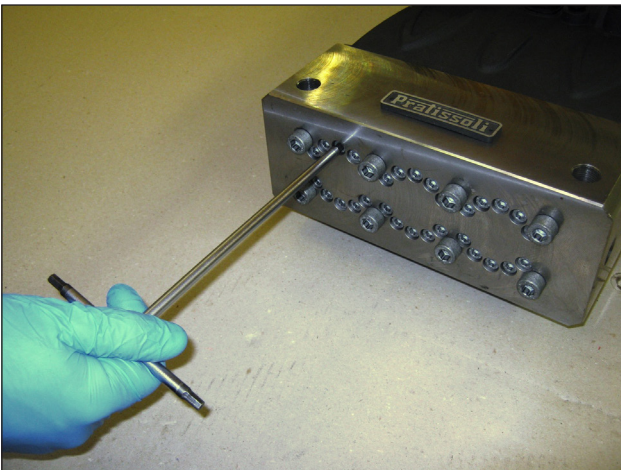

图16
- 拧松但不取下将泵缸套固定到泵头的螺丝 M6x75，如图16所示，使螺丝自由。